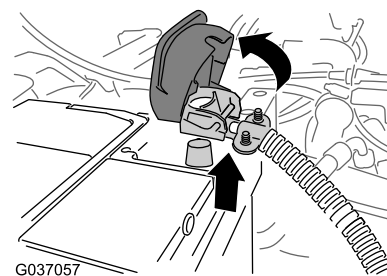

Figura 6
1. Sollevate il coperchio del cavo negativo della batteria (Figura 6).
2. Rimuovete il cavo negativo della batteria dalla batteria (Figura 6).